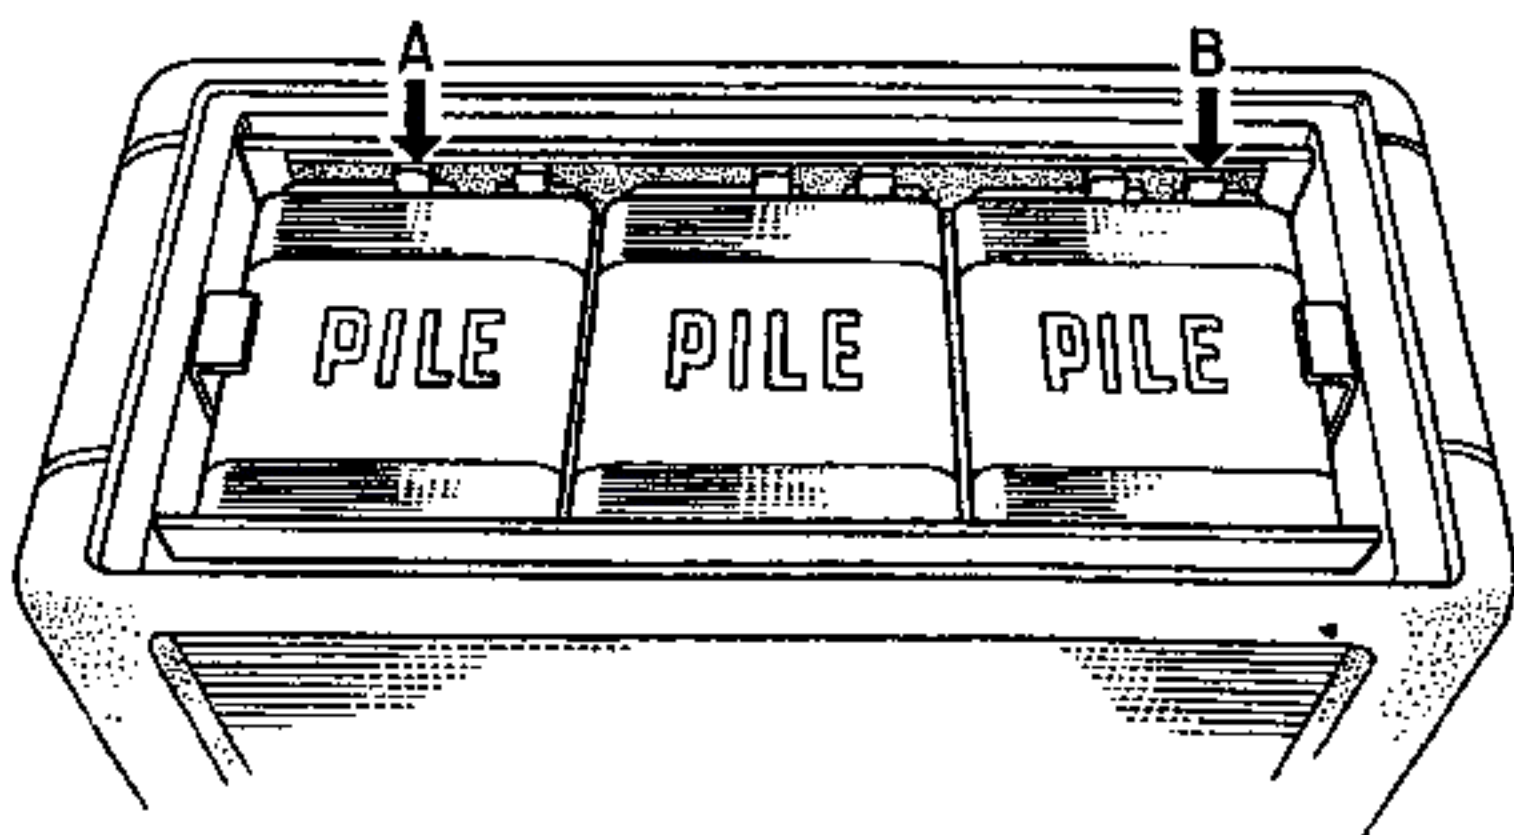

Figure 6
- 4-1 - La première chose à vérifier est la tension d'alimentation (état des piles). Le récepteur étant en marche on doit trouver entre les points A et B (figure 6) une tension de l'ordre de 12 Volts.
5-2-3 - Mesurer la tension V.C.A. prélevée sur le collecteur du Transistor détecteur (Q5), avec un voltmètre de 10.000 Ohms par Volt : valeur à trouver = supérieure à 7 Volts (Figure 6).